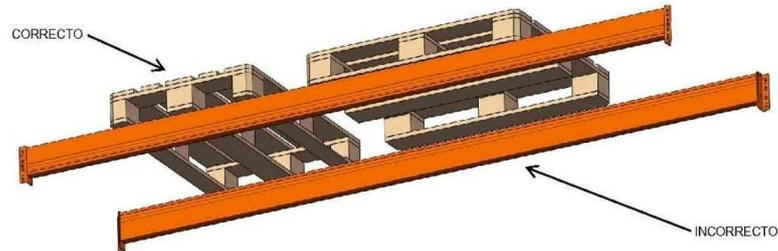

Fig. 3
- Die Ladeinheit muss mit seinen Stützholzern quer zu den Trägern oder Palettenauflagen aufgelegt werden und die Gleithölzer dürfen niemals in ihrer vollen Länge die Träger oder Paletten Träger belasten (Siehe Abbildung 3).